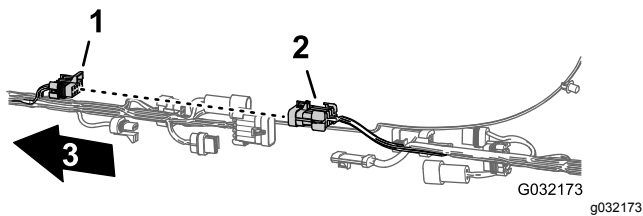
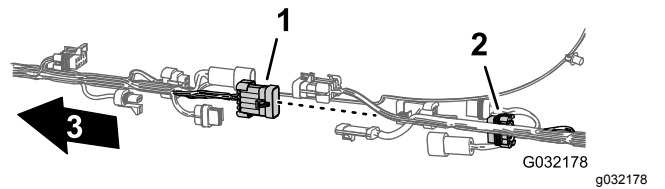

Figure 15
Figure 20
2. Débranchez les 6 paires de connecteurs entre les faisceaux avant et arrière, comme montré de la Figure 15 à la Figure 20.